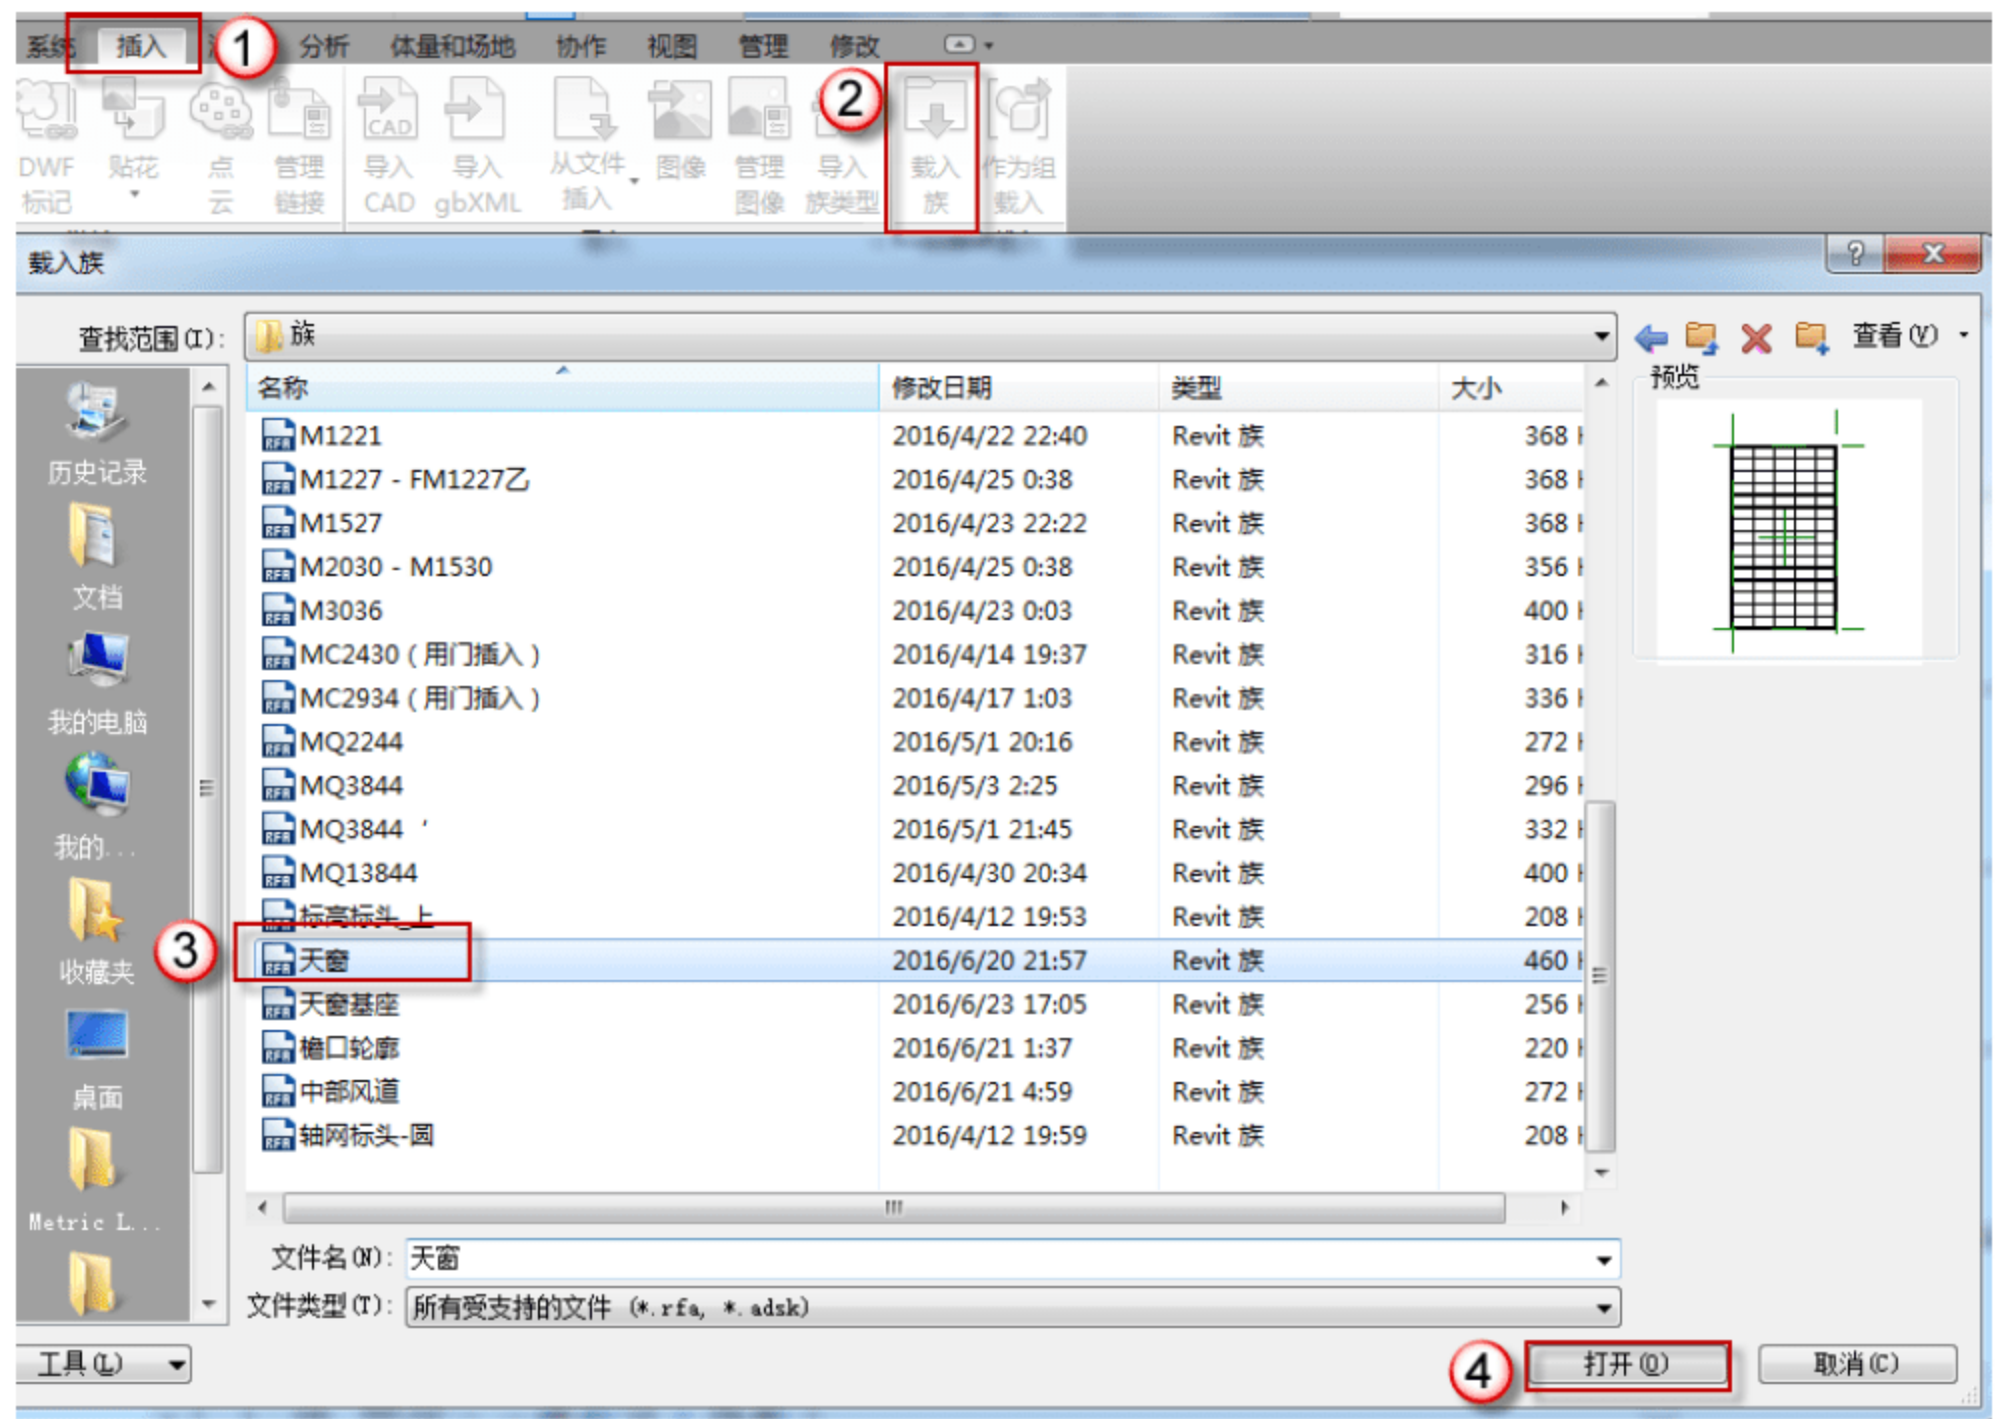

图 12.1.51 载入“天窗”族
(24) 载入“天窗”族。选择“插入”→“载入族”命令，在弹出的“载入族”对话框中找到前面建立的“天窗”族，单击“打开”按钮，如图 12.1.51 所示。